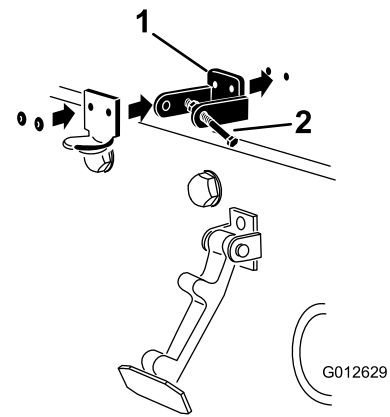

Figura 16
**Nota:** El cierre de seguridad debe estar en contacto directo con el capó (Figura 16). No retire el perno y la tuerca del brazo del seguro de cierre.
5. Remache el seguro de cierre, el cerradero y las arandelas al capó (Figura 16).